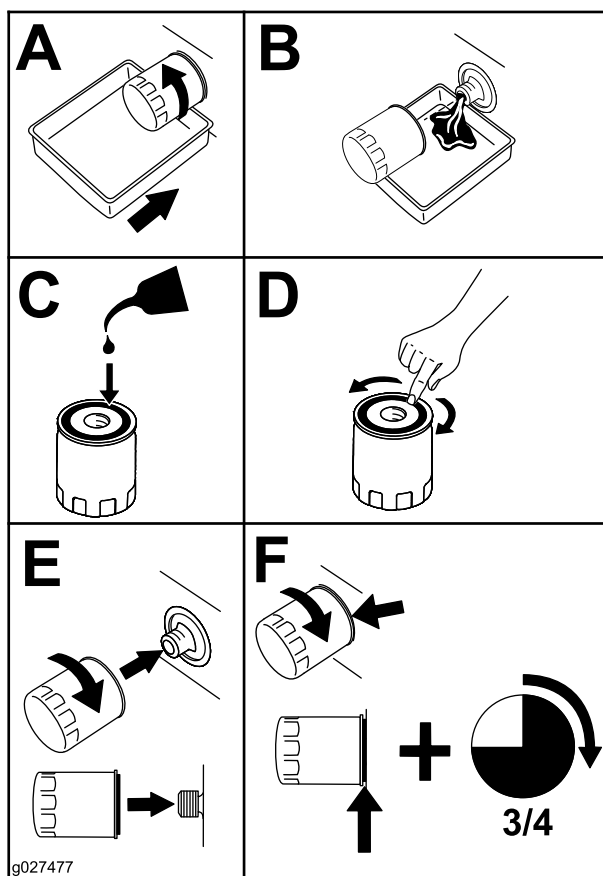

Figura 48
4. Cambiate il filtro dell'olio motore come mostrato nella Figura 48.